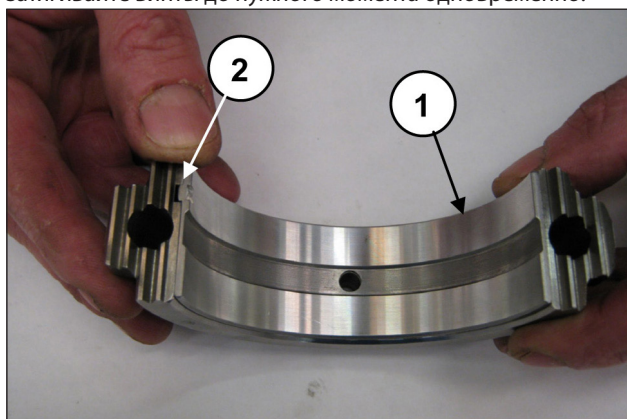

Рис. 69
Установите нижние полуподшипники на крышки (поз. ①, Рис. 69), убедившись, что контрольная шпонка полуподшипников попадает в специальный паз на крышке (поз. ②, Рис. 69).